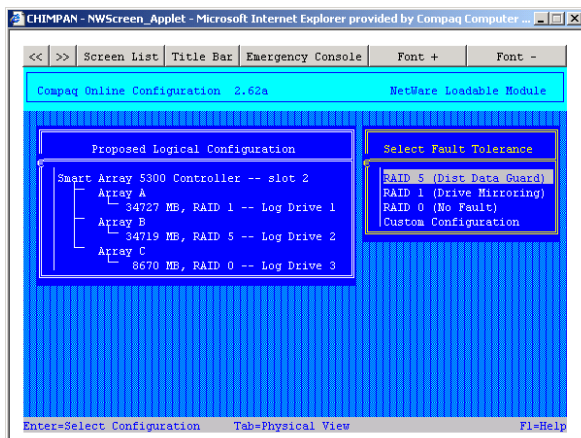

Figura 7-21: Schermata della procedura guidata di configurazione automatica CPQONLIN
- Se per il controller non è stata configurata alcuna unità logica, viene visualizzata la schermata della procedura guidata di configurazione automatica (Figura 7-21).